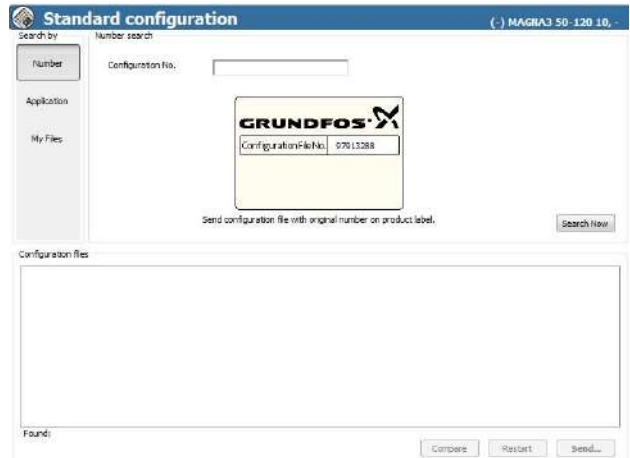

Рис. 24 Поиск номеров
11. Нажмите [Number] (номер), чтобы создать список файлов GSC. См. рис. 24.